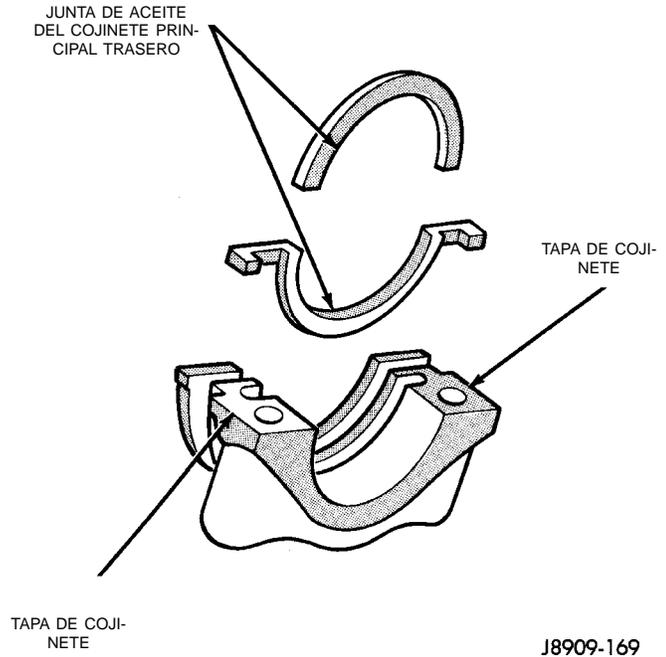
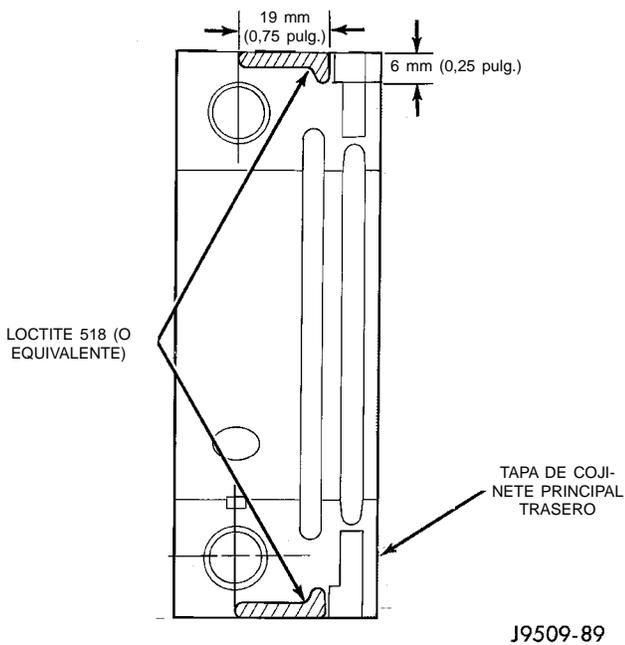

Fig. 59 Junta de aceite del cojinete principal trasero
Fig. 60 Emplazamiento de Loctite 518 (o equivalente)
- (1) Limpie la superficie de junta del cigüeñal.
- (2) Aplique una capa fina de aceite de motor.
- (3) Recubra el reborde de la junta con aceite de motor.
- (4) Coloque con cuidado la junta superior dentro de la acanaladura del bloque de cilindros. El reborde de las caras de las juntas miran en dirección a la parte delantera del motor.
- (5) Coloque la mitad inferior de la junta en la tapa de cojinete Nº 7 (Fig. 59).
- (6) Recubra la superficie curvada exterior de la junta inferior con jabón y el reborde de la junta con aceite de motor (Fig. 59).
- (7) Emplace la junta inferior dentro del hueco de la tapa del cojinete y encájela firmemente. Asegúrese de que la junta esté a nivel con el bloque de cilindros.
- (8) Aplique Loctite 518, o su equivalente a la tapa del cojinete trasero (Fig. 60). El reborde debe ser de 3 mm (0,125 pulg.) de espesor. NO aplique Loctite 518, o su equivalente a la pestaña de la junta.
- (9) Instale la tapa del cojinete principal trasero. NO golpee la tapa más de dos veces para conseguir un acoplamiento correcto.
- (10) Apriete todos los pernos de los cojinetes principales con una torsión de 108 N·m (80 lbs. pie).
- (11) Instale la junta del colector de aceite y el colector de aceite.
- (12) Instale el volante del motor o la placa de mando del convertidor.